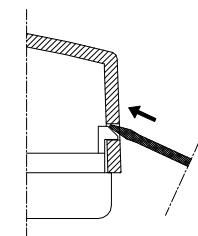

Fig. 4
1. Rimuovere la calotta plastica spostando verso l'interno, con l'aiuto di un utensile (Fig. 4), i due dentini plasticci (2) posti sul fianco destro.
1. Remove plastic cover by moving to the inner side, through the use of a tool (Fig. 4), the two plastic teeth (2) located on the left side of the thermostat.